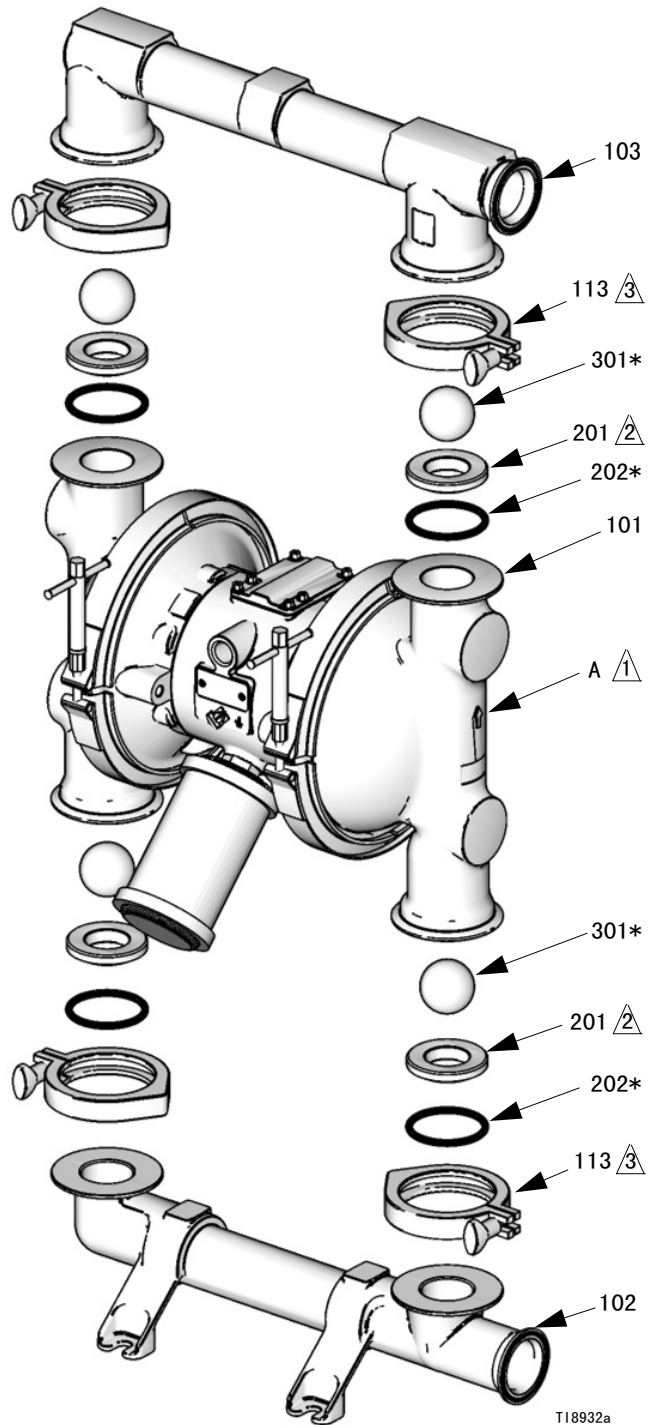

图 9
3. 卸下固定与流体盖 (101) 连接的出口歧管 (103) 的管夹 (106)。见图 9。
4. 从歧管 (103) 上卸下 0 形圈 (202)、球座 (201) 和球阀 (301)。
5. 翻转泵体并卸下入口歧管 (102)。从流体盖 (101) 上卸下 0 形圈 (202)、球座 (201) 和球阀 (301)。
2. 按照图 9 的所有注释，以相反的顺序重新组装。应确保球止回阀和歧管都完全按图示组装。流体盖 (101) 上的箭头 (A) 必须指向出口歧管 (103)。
- 1 箭头 (A) 必须指向出口歧管 (103)。
- 2 辐射型配合面必须朝向球阀 (301)。外径上的大斜面必须朝向 0 形圈。